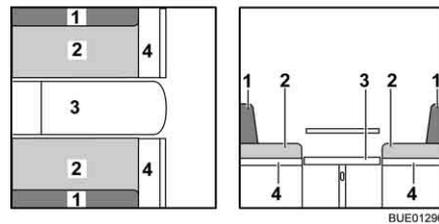

Bild 113 Während des Umbaus
- Sitzbank verbreitern (Bild 113,4).
- Die Rückenpolster (Bild 113,1) abnehmen und beiseite legen.
- Die Sitzpolster (Bild 113,2) zur Mitte ziehen.